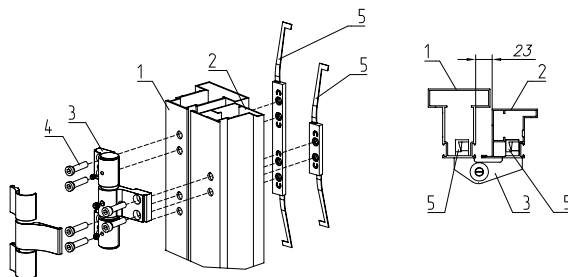

Рис. 53. Установка петли на стойку калитки:
- установка петель. Уложить импост (столб) 1 (рис. 53). На расстоянии 23 мм уложить стойку 2 (без пазов для установки замка). Торец импоста (столба) должен быть выше верхнего края стойки на 5 мм. Далее завести длинную закладную пластину из комплекта крепления 5 в импост (столб), короткую пластину — в стойку, совместив резьбовые отверстия пластин с отверстиями импоста (столба) и стойки. Установить петлю (крышки секций предварительно следует снять) и закрепить ее к импосту (столбу) и стойке винтами 4. Аналогичным образом произвести монтаж второй петли. Установка крышек петли производится после проведения регулировочных работ. Порядок сборки и регулировки петель описан в приложении.